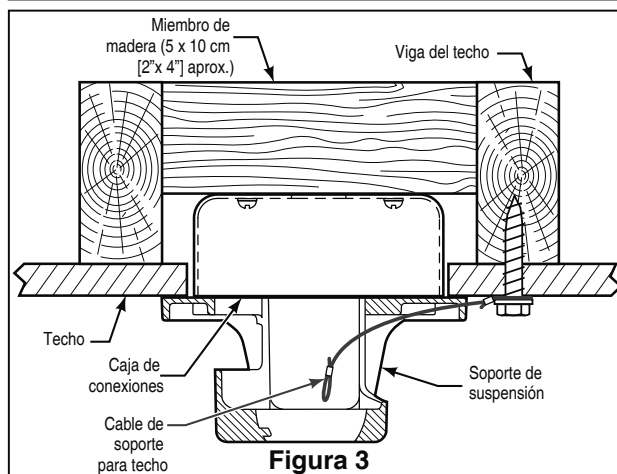

Figura 3
No bloqueo (Figura 3)
3. Afloje los dos tornillos de fijación del soporte del barral. Introduzca los cables de color negro, blanco y cable de soporte para techo a través de la varilla. (Figura 3)
1. Fije bien la abrazadera para colgar a la caja de salida con los tornillos y las arandelas provistas con la caja de salida. (Figura 3)
2. Perfore un orificio de 1/4" en la estructura del edificio para evitar grietas con la instalación del tornillo de intervalo. Utilice el tornillo de intervalo de 3/8"x 2" y la arandela plana para fijar el cable de seguridad a la viga del techo o a la estructura de madera. Dicho tornillo pasará a través de arandela plana, la presilla del cable de seguridad y se fijará en la estructura del edificio. (Figura 3)
NOTA: el cable de soporte para techo no se puede asegurar solamente a la caja de conexiones; se debe asegurar directamente a la viga de techo o miembro estructural con el tornillo de cabeza cuadrada de 3/8"x2" y la arandela plana. (Figura 3)